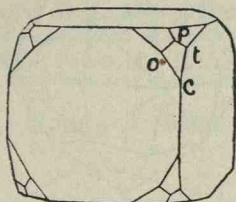

Fig. 55. Cubul cu unghiurile solide înlocuite prin trei fețe aplecate pe muchii *oct. p.*
**Octaedrul piramidat** se formează înlocuind unghiurile solide ale cubului prin trei fețe *oct. p.*,—octaedru piramidat—, aplecate pe muchiile unghiului solid, fig. 55. Ne putem închipui această modificare crescând cu un cuțitaș *muchile* cubului în locul unde formează unghiul solid.